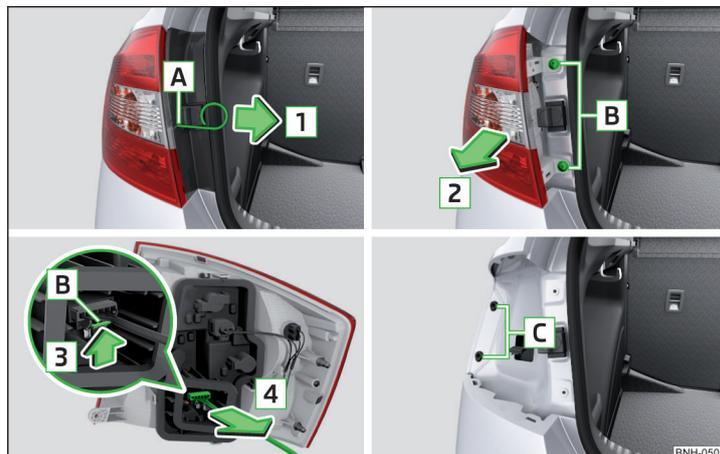
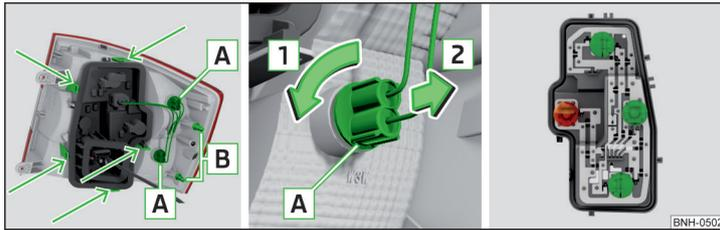

Abb. 197 Leuchte ausbauen / Stecker abziehen
Abb. 198 Äußerer Teil der Leuchte / Innerer Teil der Leuchte
- › In die Öffnung **A** » Abb. 197 den Bügel zum Abziehen der Radvollblenden einführen.
- › Die Leuchte mit den Zapfen **B** » Abb. 198 auf Seite 166 in die Aufnahmen **C** » Abb. 197 in der Karosserie einsetzen.
- › Die Fassung mit der Glühlampe **A** » Abb. 198 in Pfeilrichtung **1** drehen.
- › Den Lampenhalter in mit Pfeilen gekennzeichneten Bereichen entriegeln » Abb. 198 und den Lampenhalter aus der Leuchte herausnehmen.